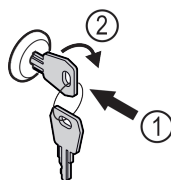

Fig. 180
- Introducir la llave. Fig. 180 (1)
- Girar la llave 90° en sentido horario. Fig. 180 (2)